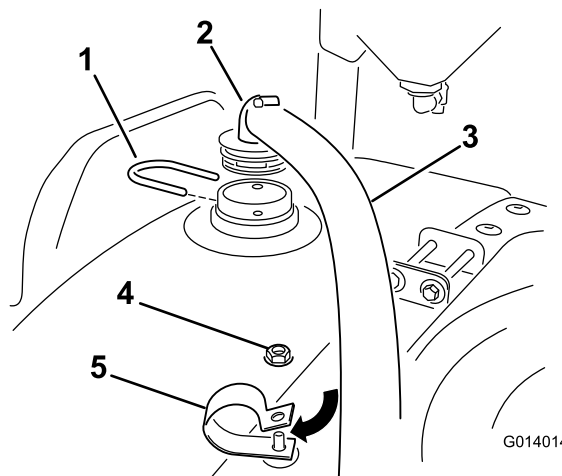

図 22
2. 90°フィッティングのついたホースの端部を、先ほど取り付けたバルクヘッドに、リテーナフォークを使って取り付ける 図 22。
4. Rクランプのボルトにロックナットを取り付けて指締め仮止めしておく図22。